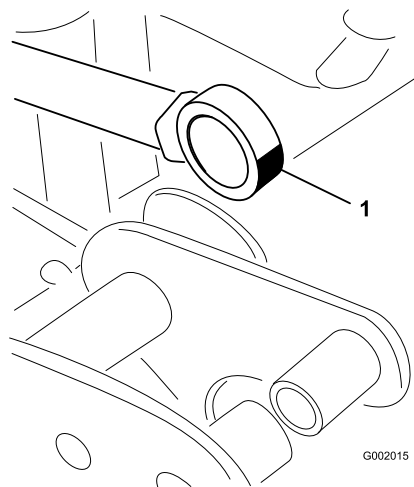

Figura 70
5. Pivotați rulmentul de capăt de tijă și aplicați lubrifiant în rulment (Figura 70).